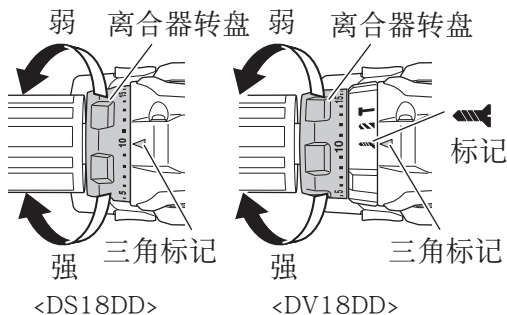

图 17
(2) 旋紧转矩的指示（请参照图 17）
(3) 调节旋紧转矩（请参照图 17）